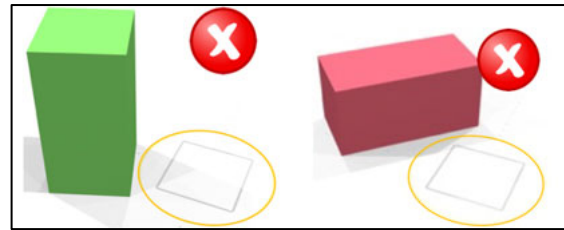

Bild 17: Hindernis vollständig aus der Markierung herausgeschoben
9.5.4. ein Hindernis vollständig aus seiner Kreismarkierung herausgeschoben wurde (s. Bild 17)